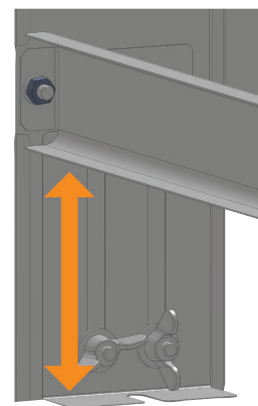

Figure 5: Ajustez la hauteur du boîtier
5. Desserrez les écrous à oreilles et soulevez ou abaissez les supports de réglage pour ajuster la hauteur du boîtier (voir **Figure 5**). Assurez-vous de tenir compte de la hauteur du plancher fini.